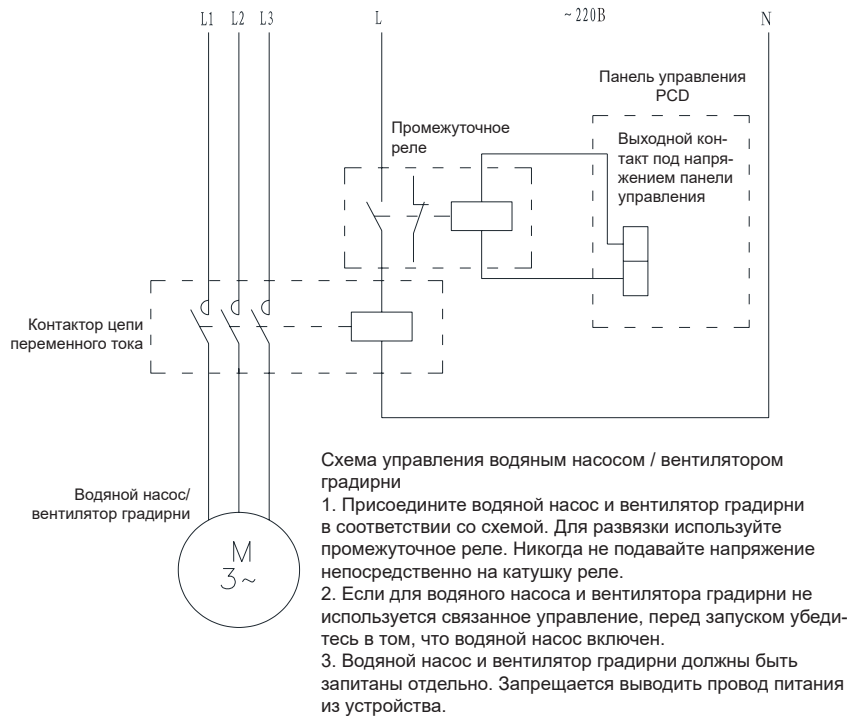

Рис. 3.9 Присоединение водяного насоса и вентилятора градирни
9. Если панель управления соединена с контактором главной цепи, например, с наружным водяным насосом или вентилятором градирни, для разделения следует использовать промежуточное реле. Не подавайте напряжение непосредственно на катушку реле. На рис. 3.9 показано соединение между панелью управления и водяным насосом/вентилятором градирни.